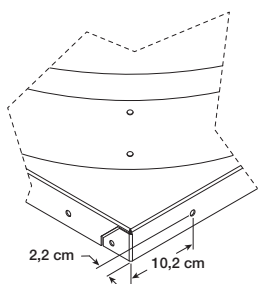

Figura 3
9. Revise si hay perforaciones de fábrica en la base del ventilador cerca o en las dimensiones indicadas en la Figura 3. Si existe este orificio, se puede usar como punto superior de conexión para el cable de tope. Si no es así, perforo un orificio de 8 mm en la base del ventilador según las dimensiones indicadas en la Figura 3.